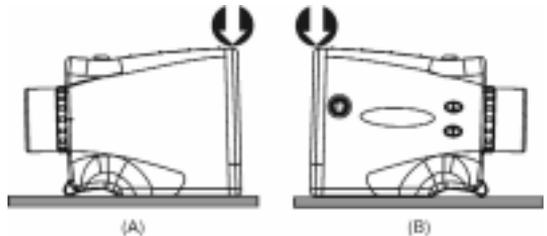

Figure 15
4. Placer le TruPulse sur une surface plate et relativement plane, comme le montre la Figure 15. Tenir d'un doigt l'avant de l'appareil à plat sur la surface (indiquée par la flèche sur les Figures 15A et B).